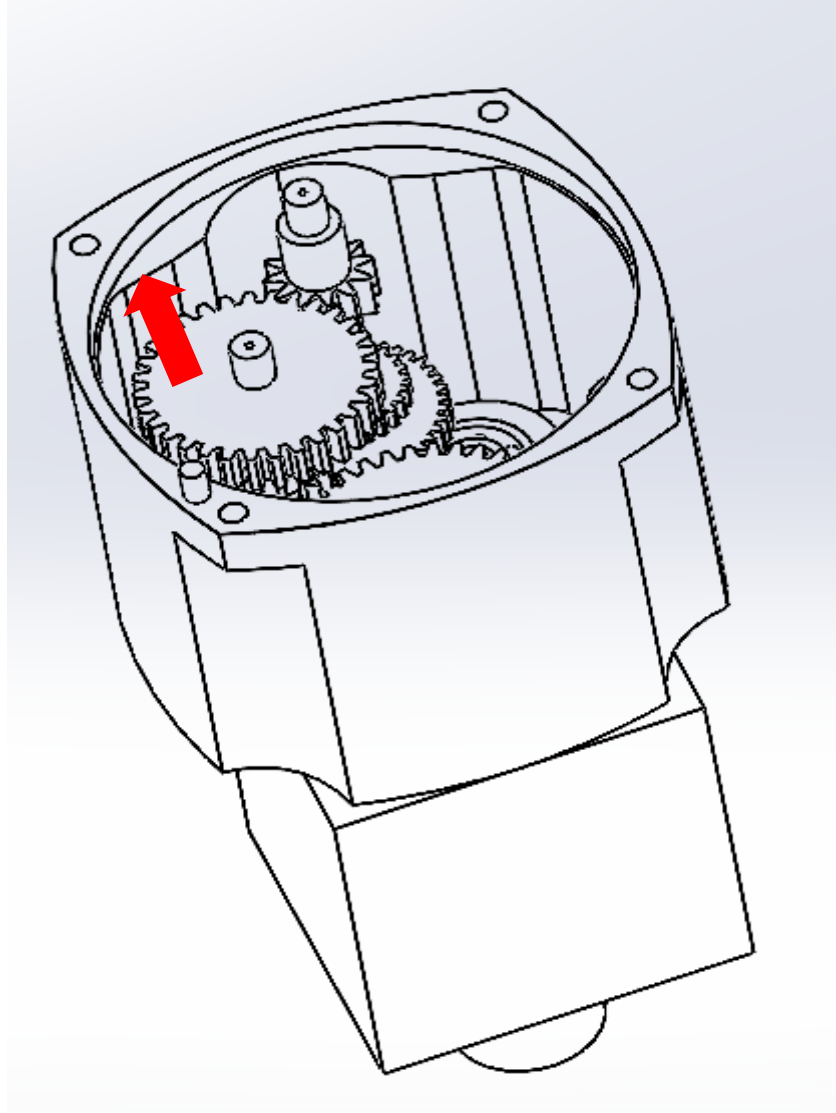

Figure 1.21
1.7.4 Ara mili ve pulu ok yönünde çıkarın (bkz. figure 1.21);